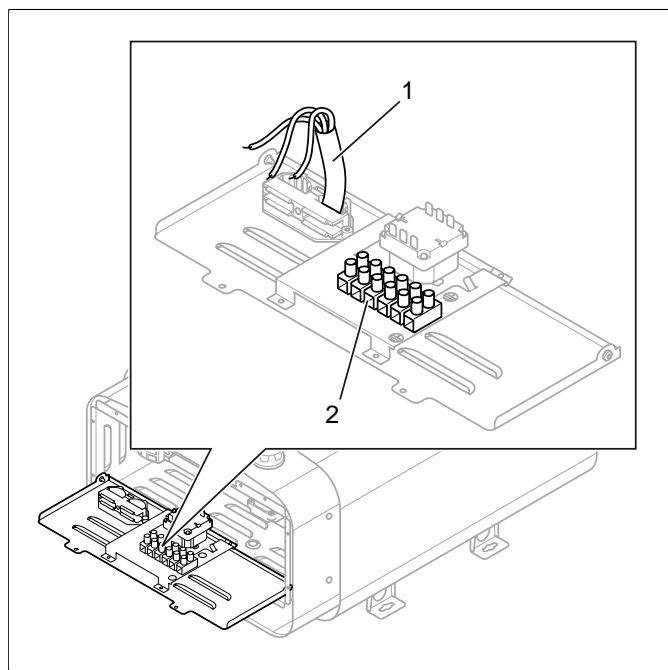

Fig 6: Carte électronique
Raccorder le câble électrique (1) au rack (2) (cf. **Fig 6**, page 4) selon schéma de raccordement (cf. Le paragraphe **Schéma de raccordement**, page 6).